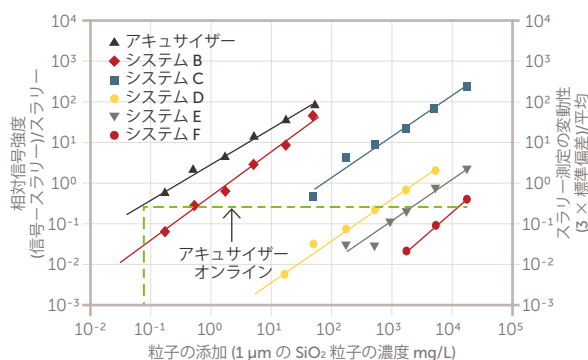

図 5: SiO_2 粒子検出試験
マイクロエレクトロニクス業界¹ 向けに公開している試験には、シリカの酸化膜 CMP スラリーに添加した 1 μm の SiO_2 粒子を検出する能力について、アキュサイザー SPOS と他の方法を比較したものがああります。報告されている検出限界値は、回折法による結果 (C) では 100 mg/mL であるのに対し、アキュサイザーでは 0.07 mg/mL となっており、1428 倍もの差があります (図 5)。